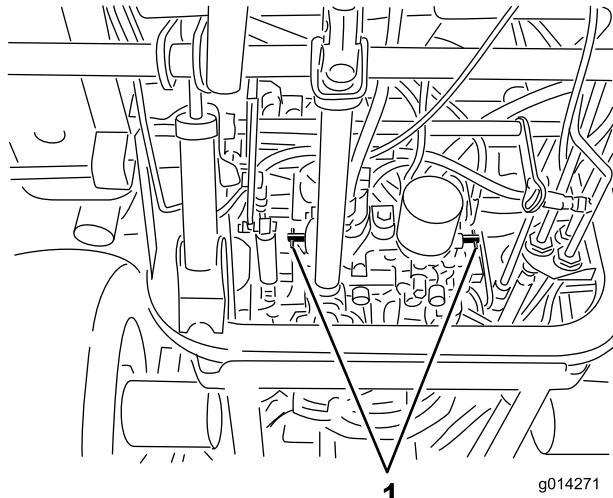

図 26
4. 各バイパスバルブを左回りに1回転させる図 26。
1. 各バイパスバルブを右に回転させて手締める図 26。
2. 図 26に示すように、バルブを $8\text{N}\cdot\text{m} / 0.8\text{kg}\cdot\text{m} = 71\text{in-lb}$ にトルク締めする。